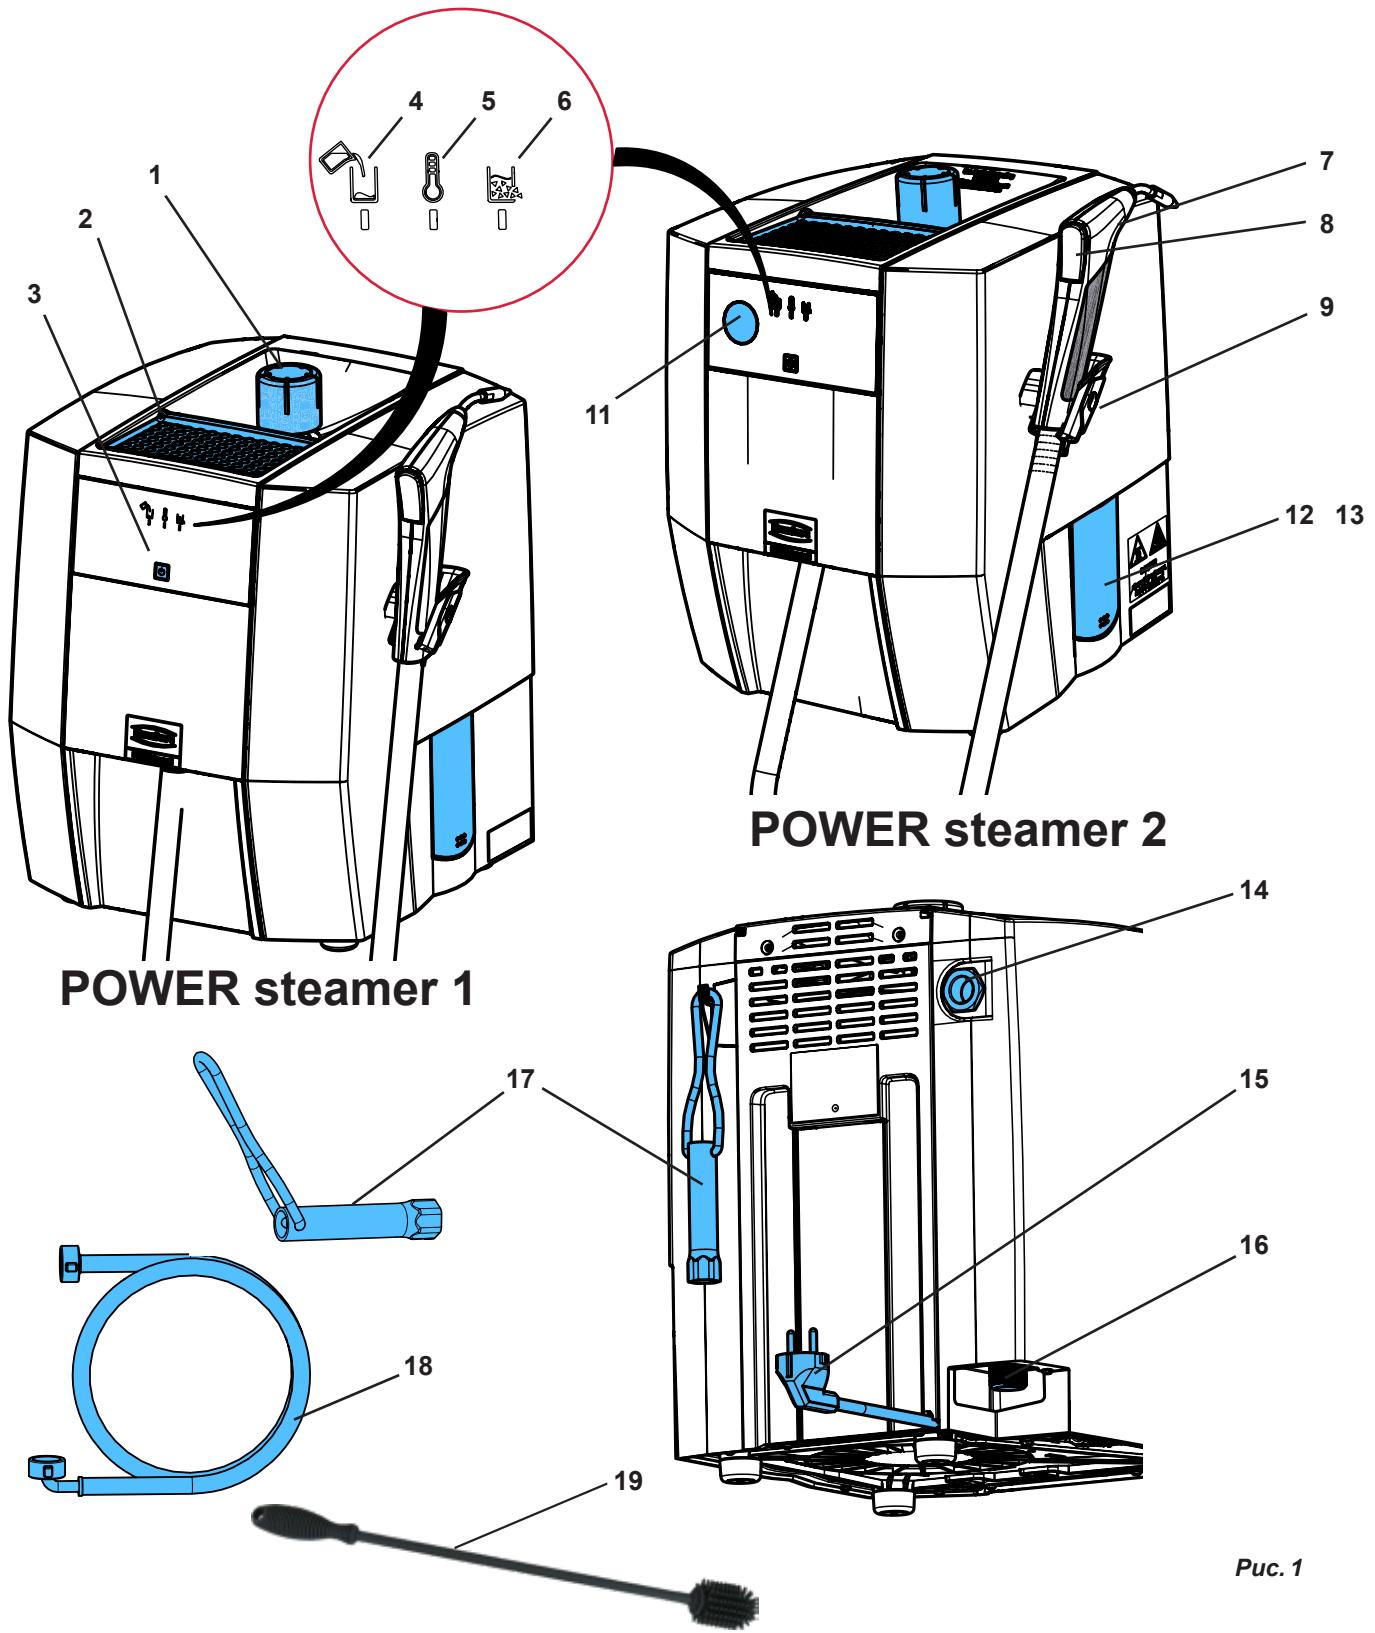

Рис. 1
- Установите устройство таким образом, чтобы на выходе пара из выпускного отверстия предохранительного клапана не возникало никакой опасности (14, рис. 1).
На подставке для модели (2, рис. 1) можно укладывать для высыхания гипсовые модели или модели из паковочной массы.
⇒ Вкрутите крышку бака (1, рис. 1).
**!** Устройство установите таким образом, чтобы при выходе пара из выпускного отверстия предохранительного клапана (14, рис. 1) не возникало какой-либо опасности (например, не ставить перед розеткой).
**!** Выпускное отверстие предохранительного клапана (14, рис. 1) никоим образом не должно быть закрыто или заблокировано.
Для этого откройте и снимите крышку бака (1, рис. 1).
- ⇒ Устройство установите так, чтобы вода из контрольного отверстия (12/13, рис. 1) могла стекать в раковину.